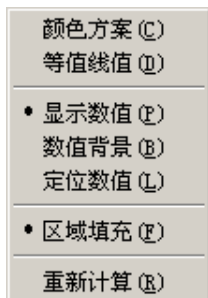

图 4.25 右键菜单
- 2、右键菜单：鼠标左键或右键点击图示区弹出右键菜单(如图 4.25 所示)，各项功能详见说明书菜单栏部分相关介绍。